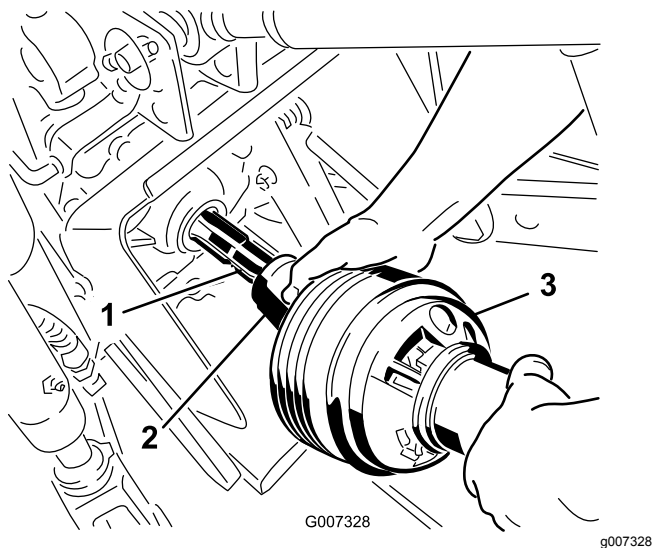

Figura 24
3. Collegate l'albero della presa di forza all'albero della presa di forza dell'unità motrice (Figura 24).